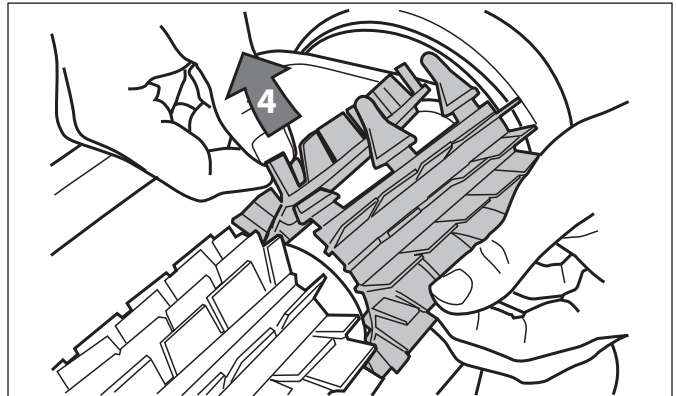

Figura 31. Jale la trabilla en la ranura
4. Enrosque cada trabilla en la ranura proveida y suavemente paselo hasta que el talón salga al otro lado de la ranura. Vea la Figura 31.